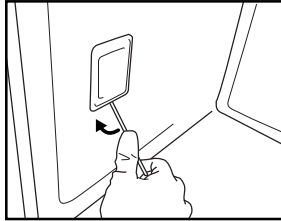

Fig. 8
3. Haga palanca hacia fuera con un destornillador hasta sacar la tapa (Fig. 8).